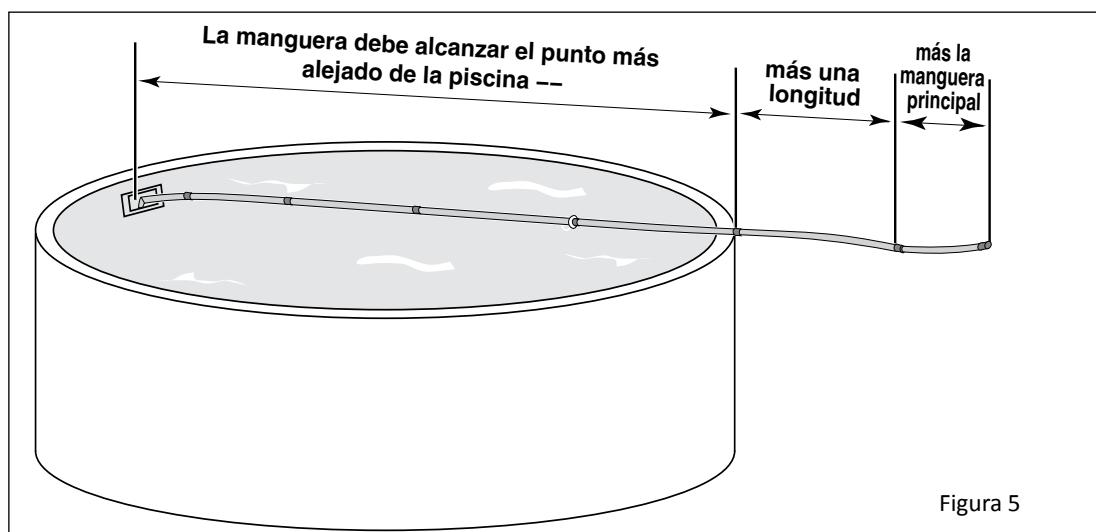

Figura 5
6. La longitud total necesaria de la manguera se determina midiendo la distancia desde el punto en que se conecta la manguera al puerto de succión hasta el punto más alejado de la piscina, más una sección y la manguera principal. Véase la **Figura 5**.